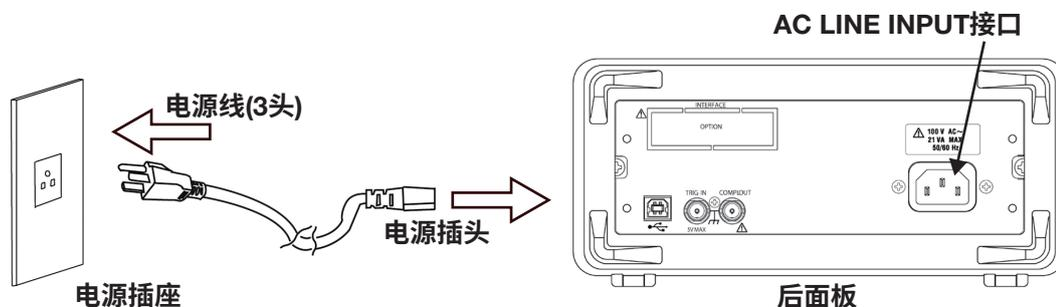

图2.2 连接电源线
- 2 将附带的电源线插头插入后面板上的AC LINE INPUT接口(参见图2.2)。